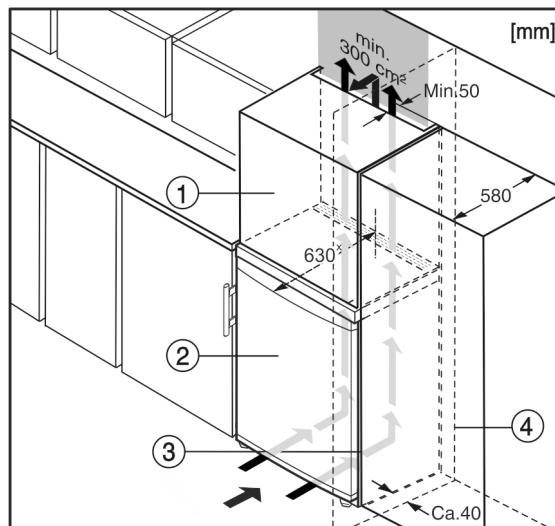

Fig. 6
- (1) Opbouwkast*
- (2) Apparaat*
- (3) Keukenkast*
- (4) Wand*
Het apparaat kan in keukenkasten worden ingebouwd. Om het apparaat Fig. 6 (2) aan de hoogte van het keukenblok aan te passen, kan boven het apparaat een opzetkast Fig. 6 (1) worden aangebracht.
Bij een ombouw met keukenkasten (diepte max. 580 mm) kan het apparaat direct naast de keukenkast Fig. 6 (3) worden geplaatst. Het apparaat staat aan de zijkant 34 mm * en in het midden van het apparaat 50 mm * tegenover de voorkant van de keukenkast.
Wanneer het apparaat met de scharnieren naast een wand Fig. 6 (4) wordt geplaatst, moet de afstand tussen het apparaat en de wand minimaal 40 mm bedragen. Dit komt overeen met de uitsteekmaat van de handgreep bij geopende deur.*